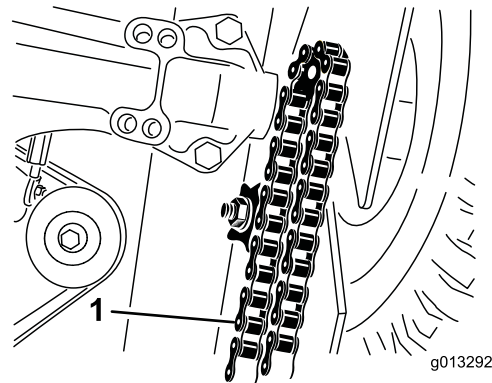

Figura 18
2. Eleve la parte delantera de la máquina para tener acceso a las cadenas (Figura 18) y apóyela sobre un bloque.